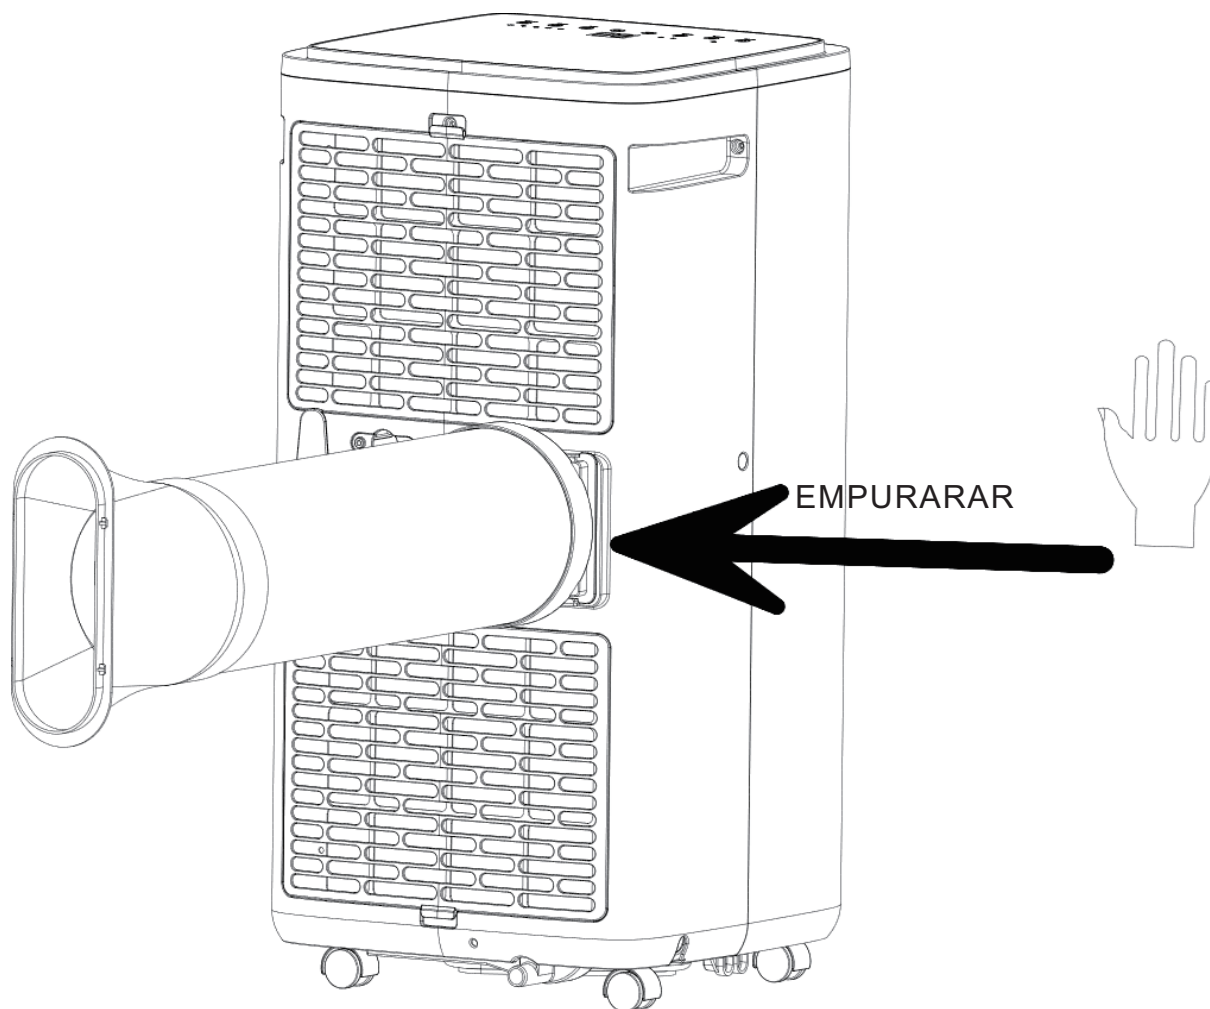

Figura 1
- 2) Inserir o conjunto do tubo de calor (a extremidade da junta de escape) na ranhura de ventilação do painel posterior (empurrar para a esquerda) e completar a montagem (como mostra a figura 1).